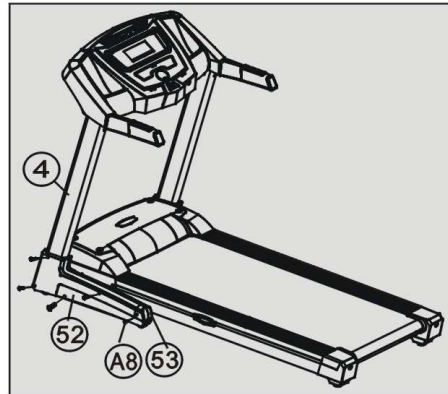

Figure 3
4. Installez le couvercle de socle gauche (52, 53) au châssis en fixant cinq boulons perçants autobloquants ST4*16 (A8). Effectuez la même procédure pour installer le couvercle de socle droit. (Voir Figure 3)